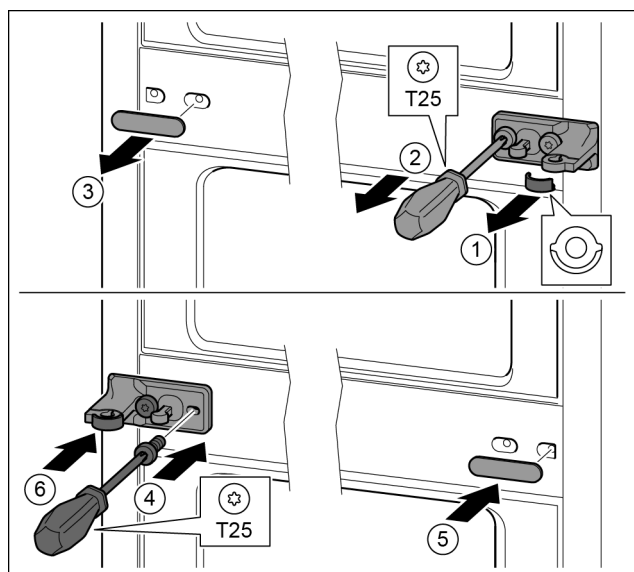

Fig. 29
- ▶ 拆下垫片。 Fig. 29 (1)
- ▶ 用 T25 螺丝刀将螺钉旋开。 Fig. 29 (2)
- ▶ 小心拆下盖板。 Fig. 29 (3)
- ▶ 将带箔的托架旋转 180° 至另一侧拧紧。 Fig. 29 (4)
- ▶ 将盖板旋转 180° 至另一侧装上。 Fig. 29 (5)
- ▶ 从前面推入垫片。 Fig. 29 (6)